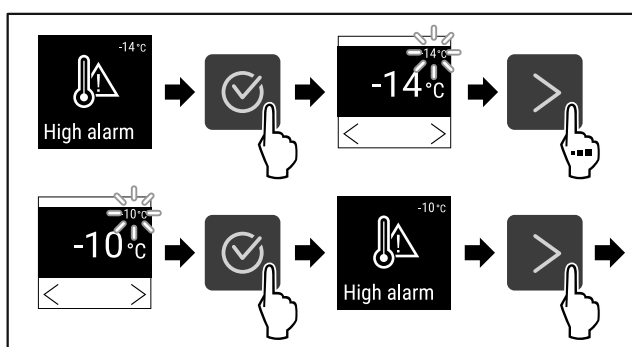

Fig. 132
- ▶ Eseguire i passi (vedere Fig. 132).